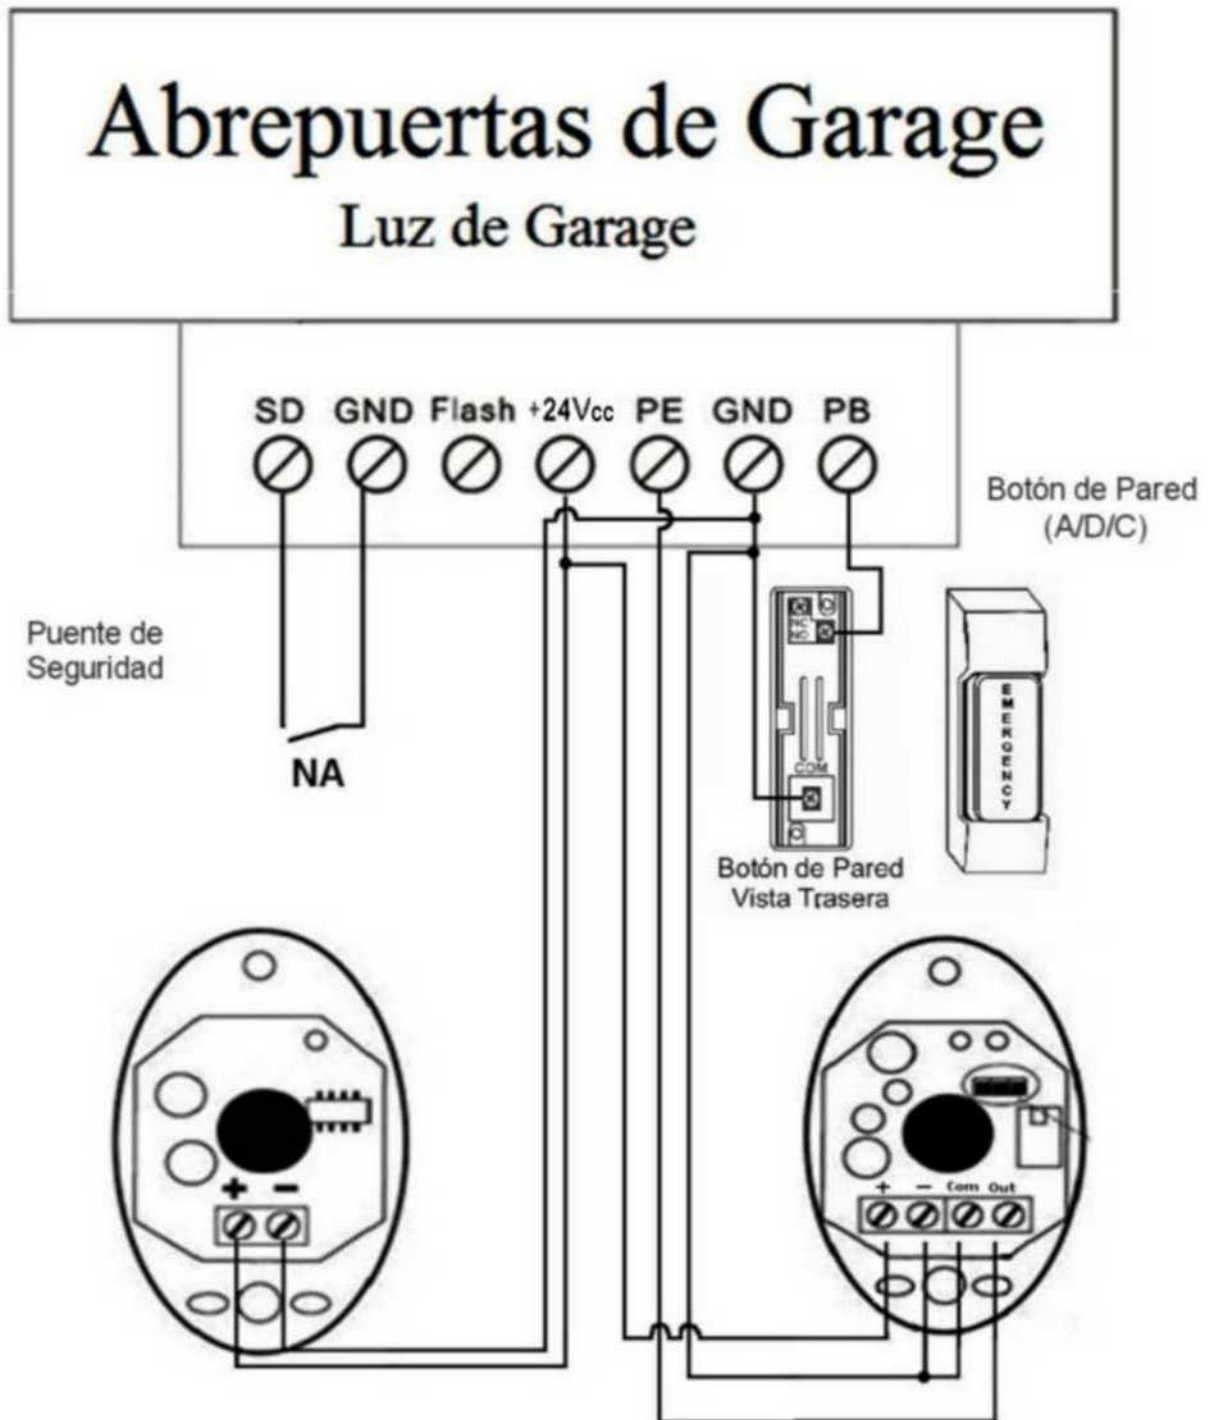

Fig.26
8.1.3. Conexión de Fococeldas, Botón de Pared, Puente de Seguridad (Fig.26).